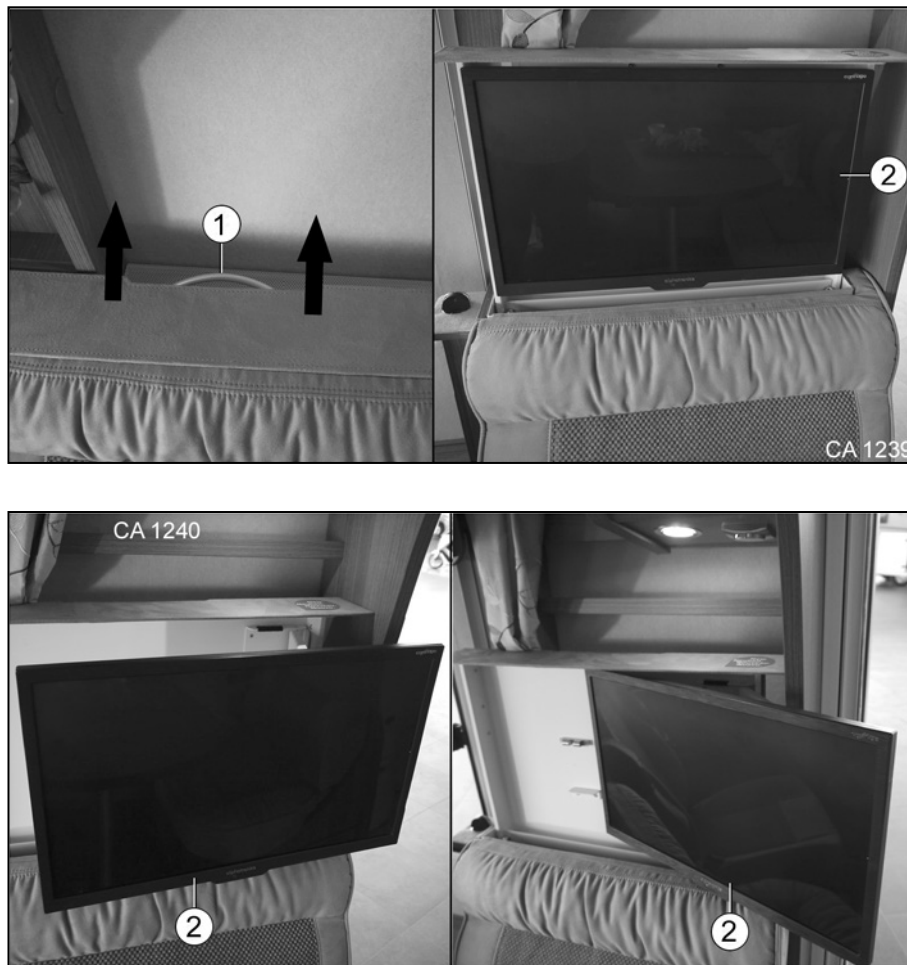

Fig. 137 Système coulissant de l'écran TV au niveau de la banquette latérale
1. Tirer la poignée (Fig. 137/1) dans la direction indiquée.
2. Tirer l'écran TV (Fig. 137/2) hors du support.
3. Pivoter l'écran TV (Fig. 137/2) vers la droite ou vers la gauche.